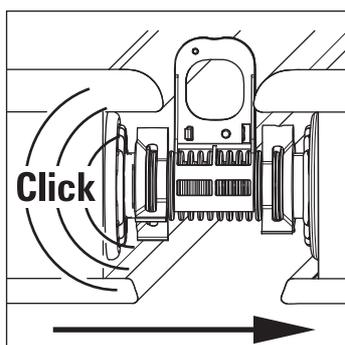

Fig. 3-29 Glissez ensemble les capteurs solaires plats
7. Glissez le capteur suivant jusqu'à la butée sur le dernier capteur monté (fig. 3-29). Vous devez entendre les pinces de fixation s'enclencher. L'écartement entre les capteurs plats s'effectue automatiquement grâce à la longueur des compensateurs sur les supports de montage installés.